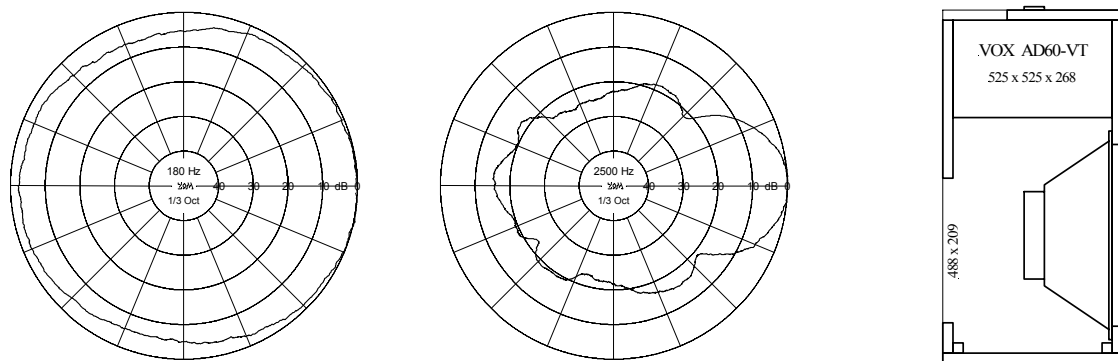
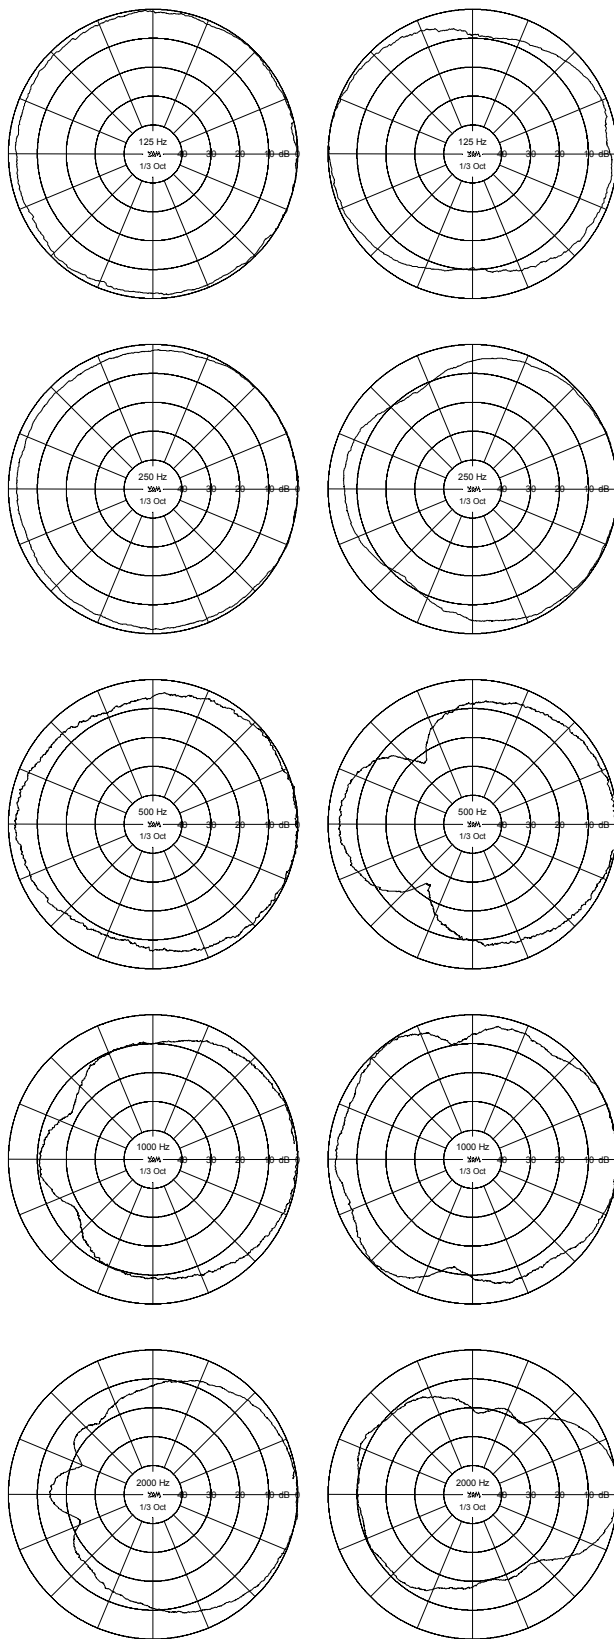

Abb. 11.52: Horizontal-Richtdiagramme bei zwei verschiedenen Frequenzen; VOX AD60-VT.
Abb. 11.57: Horizontal-Richtdiagramme.
Zunächst zur **Richtcharakteristik** (Richtungsmaß, [3]): Lautsprecher-Hersteller geben als Übertragungsfrequenzgang (wenn überhaupt) die "auf Achse" ermittelte Kurve an. Der Lautsprecher strahlt Schall aber nicht nur nach vorne, sondern nach allen Seiten ab. Dieses Verhalten erfasst man entweder durch richtungsabhängige Übertragungsmaße, oder durch frequenzabhängige Richtungsmaße. Also: Pegel über der Frequenz für verschiedene Richtungen, oder Pegel über der Richtung für verschiedene Frequenzen (Kap.11.4). Unterstellt man rotationssymmetrische Schallabstrahlung, reichen Bündelungsmessungen in *einer* Ebene. In **Abb. 11.52** sind zwei Richtdiagramme dargestellt, gemessen an einem Combogehäuse, dessen Rückwand eine $49 \text{ cm} \times 21 \text{ cm}$ große Ausgleichsöffnung aufweist. Wider Erwarten ergibt sich bei 180 Hz eine fast kreisförmige Abstrahlung, keine Dipol-Acht (Details siehe später), bei 2.5 kHz zeigt sich hingegen eine typische Hochtonbündelung – trotz Rückwand-Öffnung.
- Einem 12"-Lautsprecher (*Celestion blue*) im offenen VOX AD60-VT (Abb. 11.52).
Um das Bündelungsverhalten etwas genauer quantifizieren zu können, wurden im RAR für beide Lautsprecher Horizontal-Richtdiagramme (d.h. Richtungsmaße in Polarkoordinaten) mit Terz-Rauschen aufgenommen (**Abb. 11.57**).
In **Abb. 11.57** sind in der linken Spalte die Richtdiagramme des Eminence-Lautsprechers, in der rechten die des VOX-Celestion dargestellt. Der Eminence war in ein dichtes Gehäuse eingebaut, der Celestion in das rückseitig offene AD60-VT-Gehäuse (Abb. 11.52).